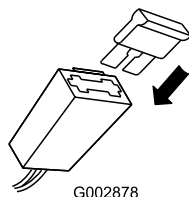

Figure 8
2. Insérez le fusible (fourni dans le sachet de pièces détachées) dans le porte-fusible (Figure 8).